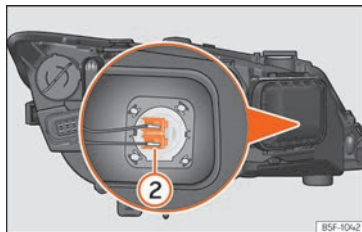

Fig. 112 Lámpara de luz de carretera.
- Presione lateralmente el conector »» **fig. 112** (2) a la izquierda o derecha y tire.